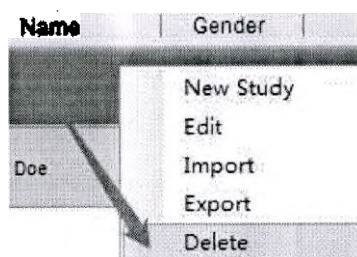

Рисунок 4.6 Удалить основную информацию о пациенте.
- Выберите целевого пациента, щелкните правой кнопкой мыши и выберите Delete (Удалить), появится интерфейс уведомлений. См. рисунок 4.6.